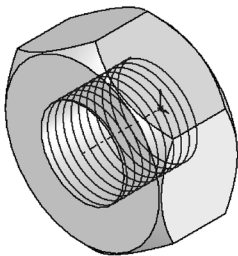
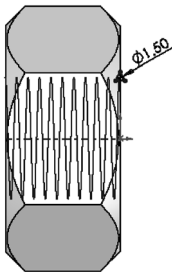
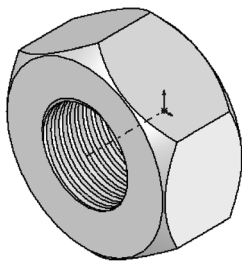

图 5-120 生成的螺旋线
图 5-121 标注的草图 5
图 5-122 扫描切除后的图形
10) 设置视图方向。单击“标准视图”工具栏中的（等轴测）按钮，将视图以等轴测方向显示，结果如图 5-120 所示。
13) 标注尺寸。单击“草图”控制面板中的（智能尺寸）按钮，标注步骤 12) 绘制正三角形的内切圆的直径，结果如图 5-121 所示，然后退出草图绘制状态。
14) 扫描切除实体。单击“特征”控制面板中的（扫描切除）按钮，系统弹出“切除-扫描”属性管理器。在“轮廓”列表框中，用鼠标选择如图 5-121 所示绘制的正三角形；在“路径”列表框中，用鼠标选择图 5-120 所示绘制的螺旋线。单击属性管理器中的（确定）按钮，结果如图 5-122 所示。